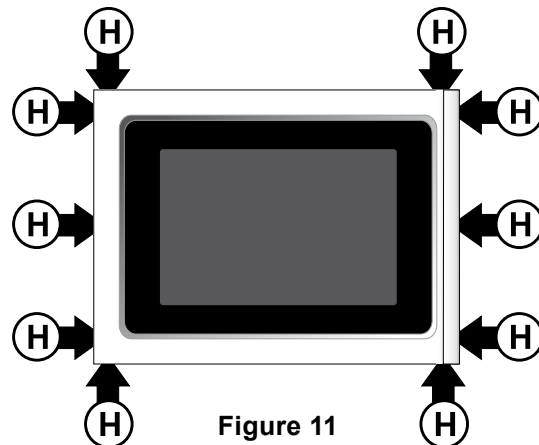

Figure 11
- 6.3.1. De chaque côté de la porte, sous le panneau de verre, enlevez les 3 vis retenant l'assemblé panneau de verre et poignée à la partie interne de la porte. Enlevez aussi les 4 vis situées sur la partie inférieure et supérieure de la porte de façon à pouvoir enlever l'assemblé panneau de verre et poignée de la partie interne de la porte (Voir H, Figure 11 (10 vis en tout)).
- 6.3.14. Fixez l'assemblé panneau de verre et poignée à l'aide des 10 vis enlevées à l'étape 6.3.1 (Voir **H**, la figure 11).